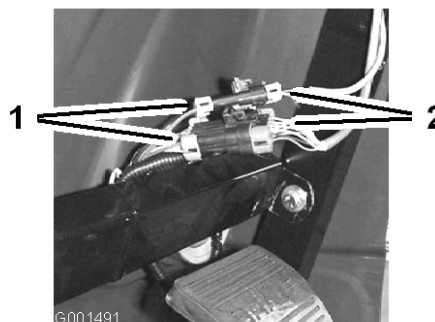

Figure 7
- Reliez les connecteurs des fils du moniteur Spray Pro aux connecteurs des fils situés sous le tableau de bord (Figure 7).